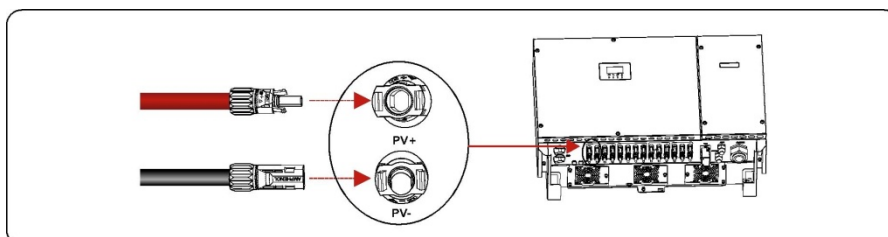

Imagen 5.13 Conexión al inversor
Paso 6 Inserte los conectores positivos y negativos en la terminal correspondiente del inversor hasta que se oiga un clic, tal y como se muestra en la imagen 5.13.